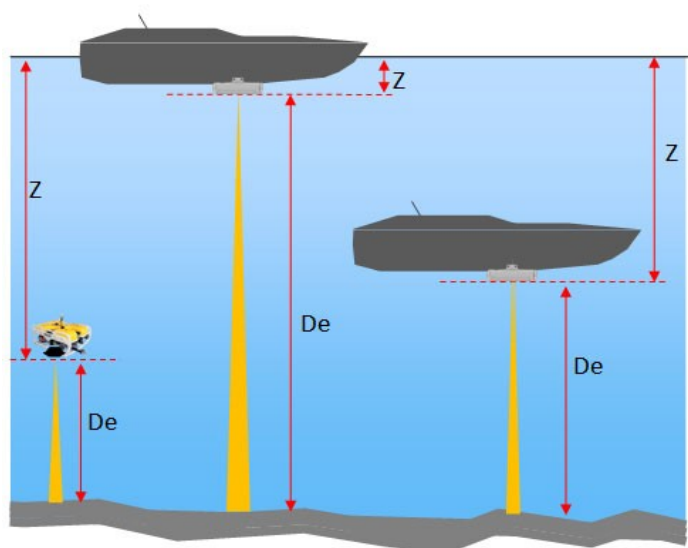

Рисунок 2.19. Вычисление глубины акватории по данным Эл
Глубина (D) – расстояние от поверхности воды до дна (см. Рисунок 2.19) определяется суммой высоты антенны Эл над дном (De) и величиной заглубления антенны Эл относительно поверхности воды (Z):